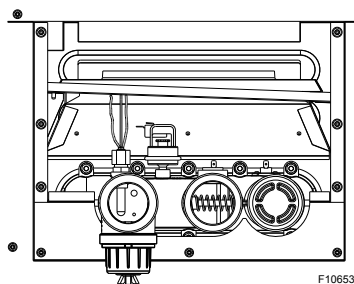

Figure 33. Raccords électriques, distributeur d'entrée/sortie
2. Déconnectez les fils du limiteur de haute température, du coupe-circuit automatique du gaz et de l'interrupteur de pression d'eau du distributeur d'entrée/sortie et les fils de continuité des masses du ProTek Shield. Voir **Figure 33**.